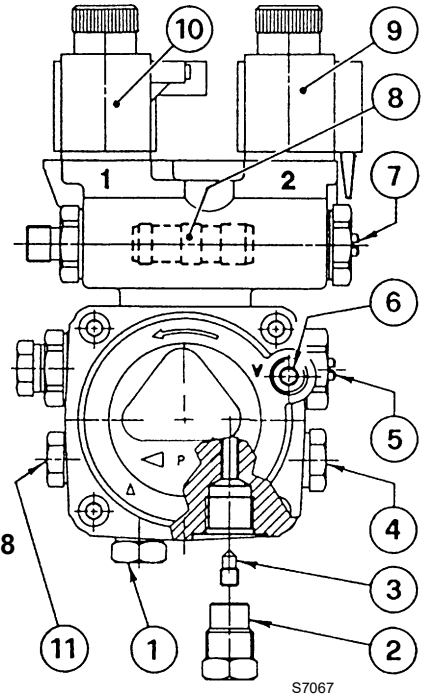

图 .8
- √ 设计时泵是按双管运行的。如单管运行，须拧下回油螺钉 (2)，移开旁路螺钉 (3) 后再拧紧螺钉 (2)。(参见图 .8)
在图 .7 所示系统中，松开油压表接口螺钉 (6, 图 .8) 直到有油流出就可以了。